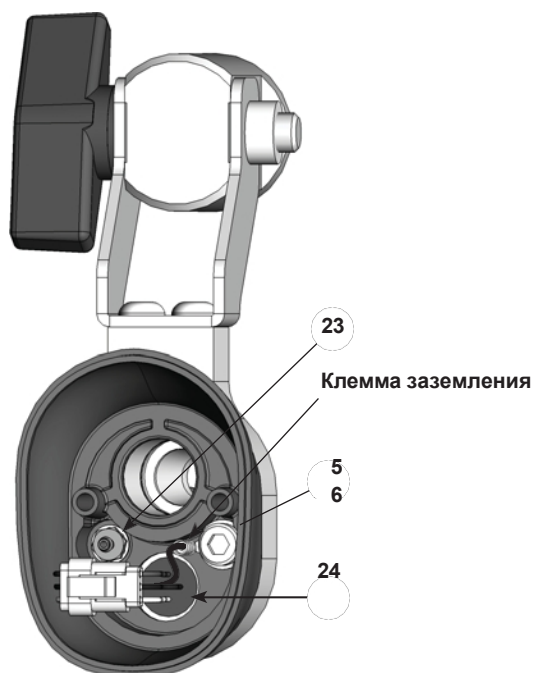

Рисунок 7-3 Разборка пистолета – Замена кабельной розетки и колючего фитинга
5. Вставьте маленькую плоскую отвертку в прорезь на разъемах жгута проводов и отделите жгут проводов розетки (24) от жгута проводов источника питания.
6. См. Рисунок 7-3. Отсоедините прозрачную трубку для промывки воздухом от колючего фитинга (23) внутри задней части корпуса.
- а. См. Рисунок 7-3. С помощью шестигранного ключа на 4 мм снимите винт с шестигранной головкой (25) и шайбу (26) и отсоедините клемму заземления.
- g. См. Рисунок 7-3. Подсоедините клемму заземления к торцевой крышке с помощью винта с шестигранной головкой винтом с шестигранной головкой и шайбой (25, 26).
16. См. Рисунок 7-3. Подсоедините трубки для промывки воздухом к колючему фитингу, а жгут питания - к кабельной розетке.